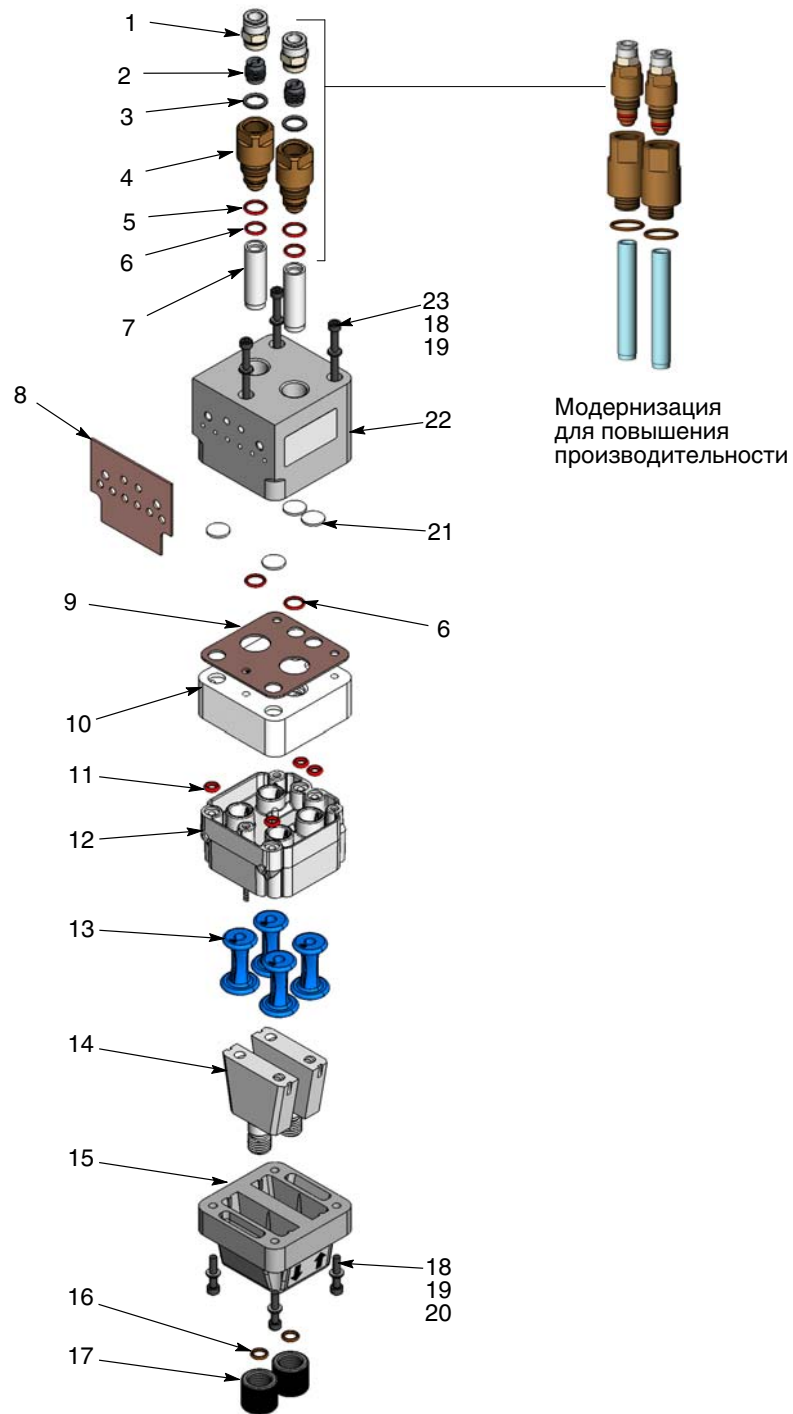

Рис. 6-5 Разборка насоса
4. См. рис. 6-5. Разобрать насос, как показано на рисунке, начиная с трубок псевдооживления. Прокладки приклеены и не нуждаются в снятии, если только они не повреждены.